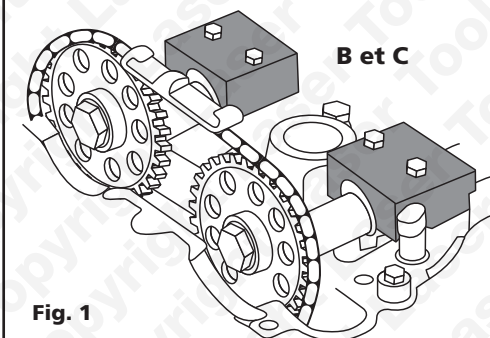

Fig. 1
N.B. : Si les pignons d'arbre à cames doivent être desserrés, les boulons doivent être remplacés (voir les données du constructeur). Voir Fig. 1